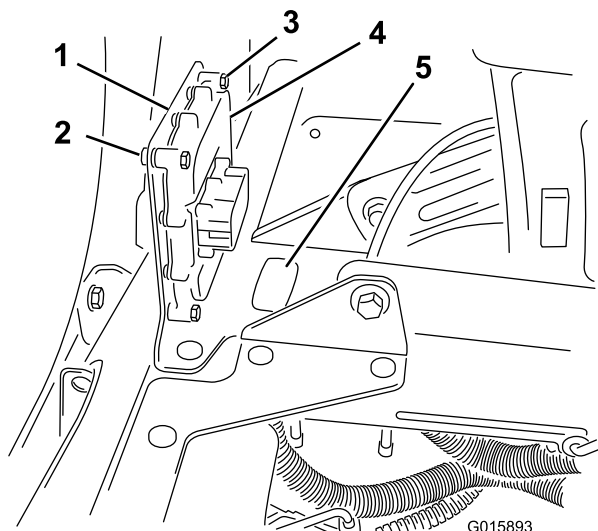

Bild 15
1. Entfernen Sie die Blende (Bild 15).
3. Befestigen Sie die Befestigungshalterung zwischen und hinter den Sitzen mit den vorhandenen Befestigungen am Maschinensitzrahmen (Bild 15).